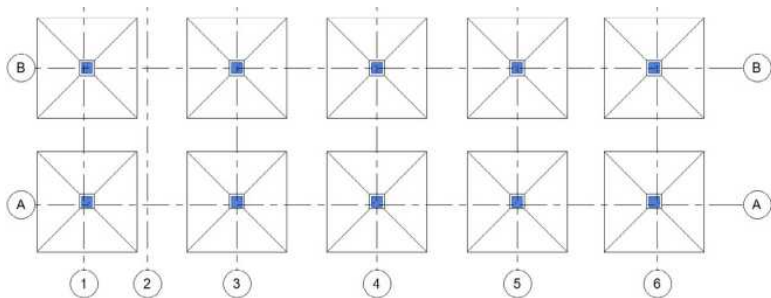

图 15-31 布置“独立基础一坡形截面 4700×4700mm”
(7) 按住 Ctrl 键选择柱, 将“独立基础一坡形截面 4700×4700mm”布置在如图 15-31 所示的柱下端。单击“完成”按钮, 完成“独立基础一坡形截面 4700×4700mm”的布置。